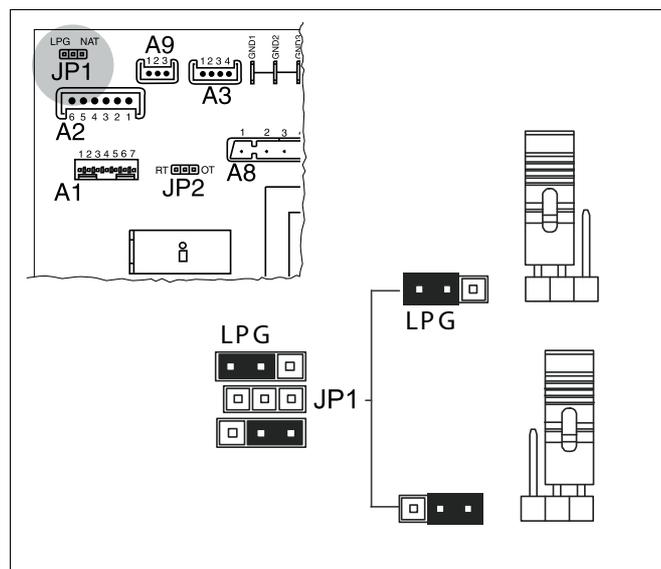

Fig. 59 Conversione gas metano/gas liquido.
- Posizionare il Jumper "JP1" (fig. 59) sulla scheda di comando in posizione "LPG".